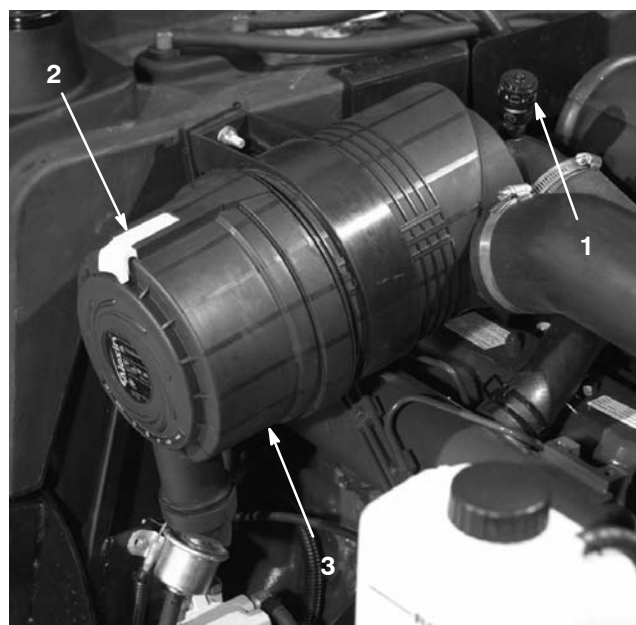

Figure 44
1. Tirez le verrou vers l'extérieur et tournez le couvercle du filtre à air dans le sens anti-horaire (Fig. 44).
7. Montez le couvercle en tournant la valve en caoutchouc (Fig. 44) vers le bas, à peu près entre les positions 5 h et 7 heures, vu de l'extrémité. Fermez le verrou.